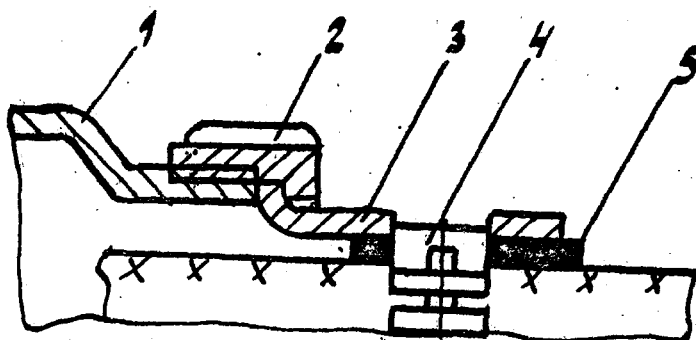

РИС. 15 Вариант 1 заделки хвостовика штепсельного разъема
- а) штепсельный разъем с экранированной гайкой, жгут не имеет общего экрана, диаметр жгута значительно меньше отверстия разъема. Заделку производите согласно рис. 15.